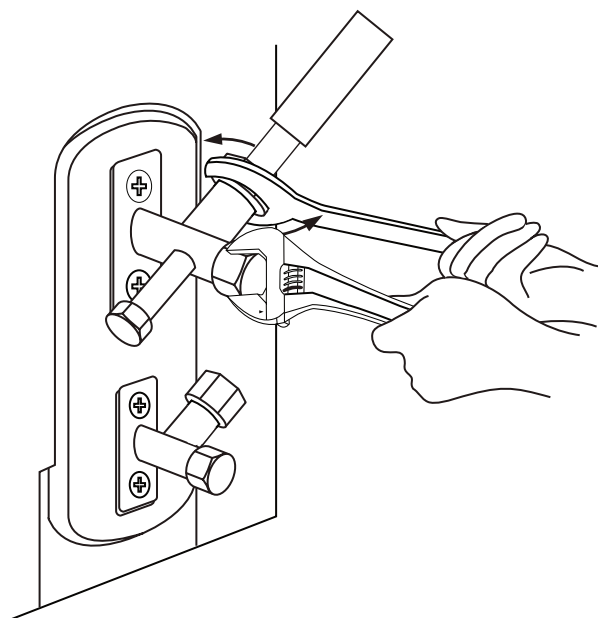

**Fig. 5.9**
1. Svitare il coperchio del gruppo valvola sul lato dell'unità esterna. (Vedere la **Fig. 5.9**)